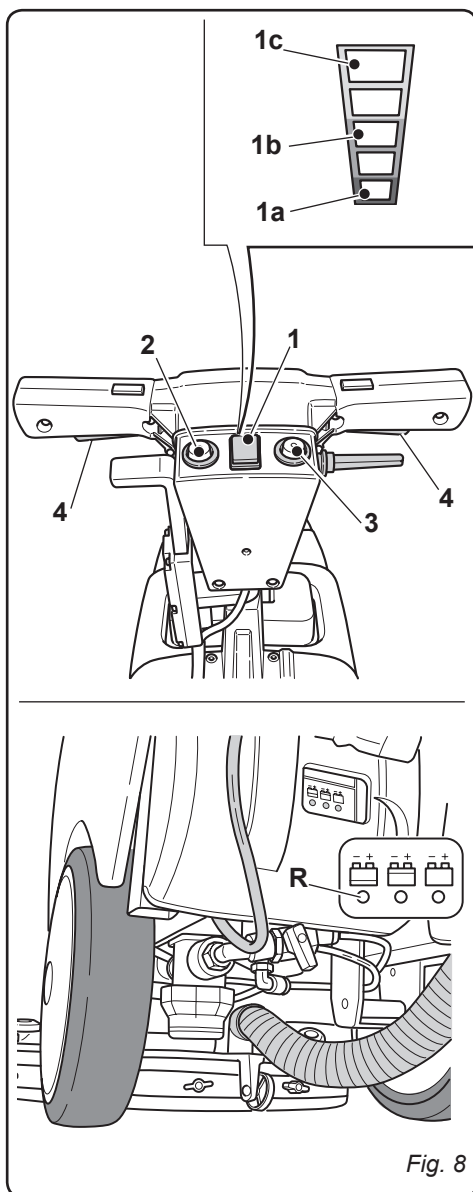

Fig. 8
6.1 PAINÉL DE CONTROLE E COMANDO (Fig. 8)